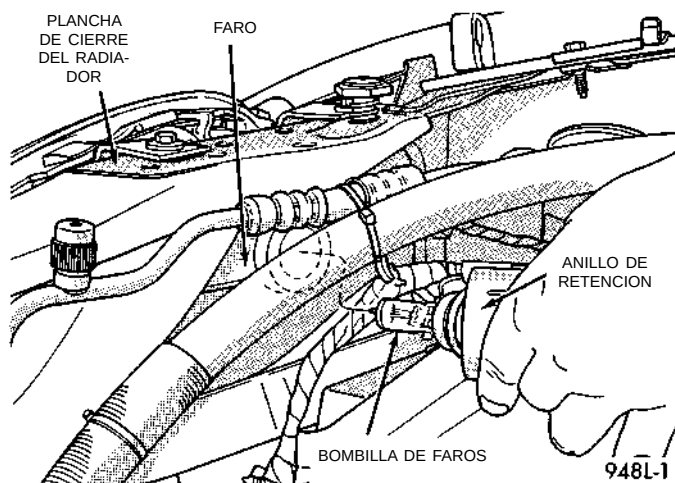

Fig. 1 Bombilla de faros
- (1) Desenganche el pestillo del capó y abra el capó.
- (2) Desconecte el conector de cable del conector de la bombilla de faros.
- (3) Retire el anillo de retención que sostiene la bombilla en la parte posterior del módulo de faros.
- (4) Extraiga la bombilla de la parte posterior del módulo de faros (Fig. 1).